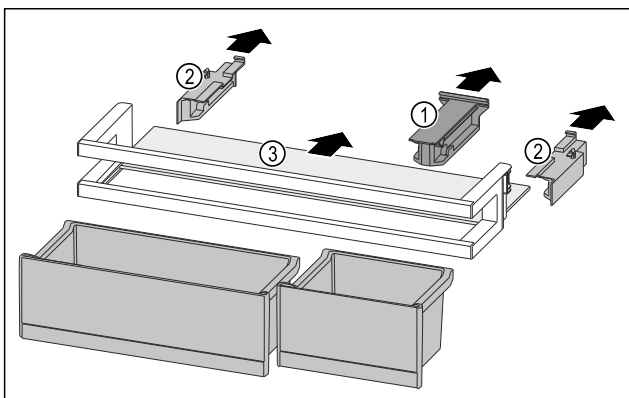

Fig. 90
- Retirer la pièce de retenue Fig. 90 (1).
- Retirer les parties latérales Fig. 90 (2).
- Retirer la tablette de rangement Fig. 90 (3).